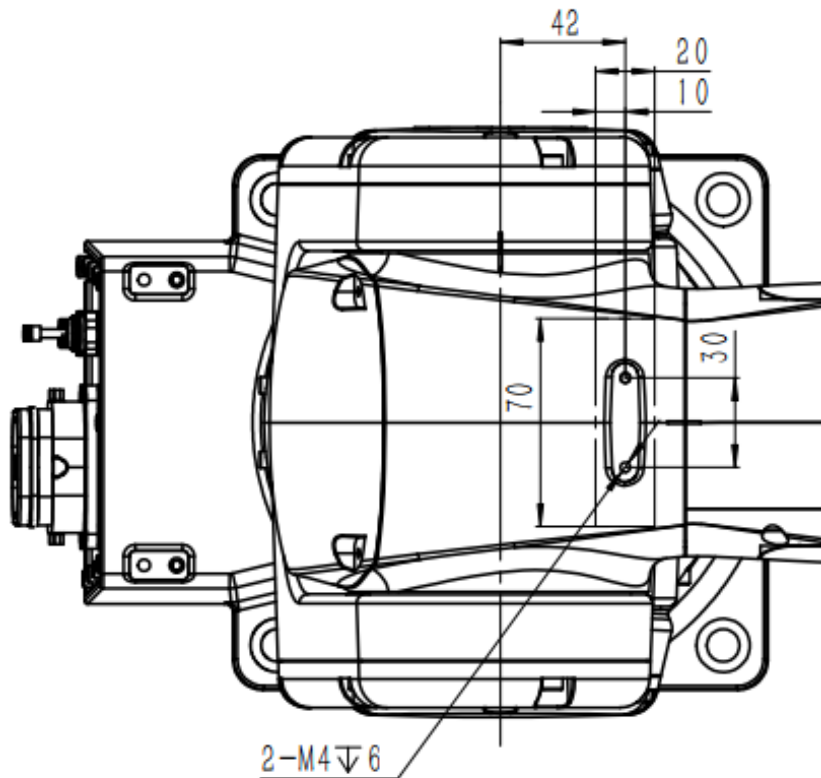

图 6-11 AIR4-560C(-HW)操作机肘部负载接口尺寸示意图
- 肘部负载质心位置需位于图 6-11 所示 20X70mm 区域内部。
AIR4-560C(-HW)操作机三轴肘部负载安装孔规格及尺寸如下图 6-11 所示。